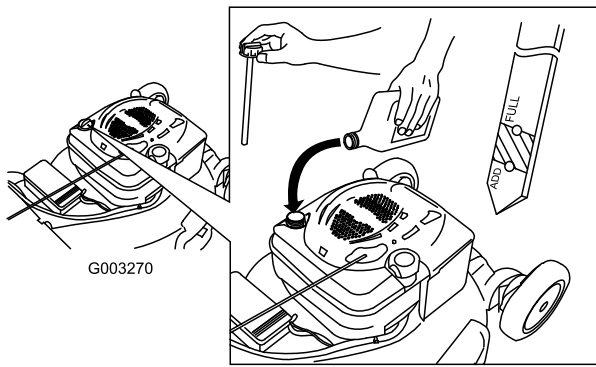

Figura 39
4. Vierta **lentamente** aceite en el tubo de llenado hasta que el nivel llegue a la marca "Full" (lleno) de la varilla (Figura 39). **No llene demasiado.** (Capacidad máxima: 0,59 l (20 onzas), tipo: SAE 30, aceite detergente con clasificación de servicio API SF, SG, SH, SJ, SL o superior.)